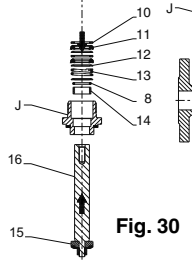
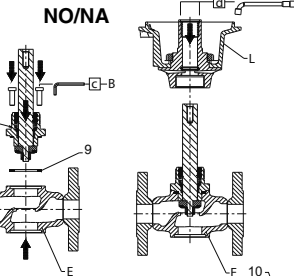

Fig. 30
Fig. 31
- NC and U versions (Fig. 31):** Remount the new O-ring (9) and tighten the stuffing box body (J) with the screws (B) to torque [c]. **Remount the new parts in the stuffing box:** the lower bearing (14), the O-ring (8), 1 chevron support (12), the spring (13), 1 chevron support (12), 1 chevron (11), 1 stuffing box gland (10), 1 chevron support (12), 1 chevron (11) et 1 stuffing box gland (10). Screw tight the operator body unit (L)/Valve (E) by hand. Replace the new stem/disc unit (15-16). Finish screwing to torque. **Version NO (Fig. 30):** Re-dubunt the new parts in the stuffing box body: lower bearing (14), O-ring (8), 1 chevron support (12), spring (13), 1 chevron support (12), 1 chevron (11), 1 stuffing box gland (10), 1 chevron support (12), 1 chevron (11) and 1 stuffing box gland (10). Fit the unit thus formed on the stem/disc (15-16). Remount the new seal (9) and tighten the stuffing box body (J) with the screws (B) to torque [c]. Tighten the operator body (L)/valve (E) unit to torque [d].
- Versions NF et U (Fig. 31) :** Remonter le nouveau joint torique (9), et fixer le corps du presse étoupe (J) à l'aide des vis (B) au couple [c]. **Remonter dans le presse étoupe les nouvelles pièces :** le palier bas (14), le joint torique (8), 1 support de chevron (12), le ressort (13), 1 support de chevron (12), 1 chevron (11), 1 fouloir (10), 1 support de chevron (12), 1 chevron (11) et 1 fouloir (10). Visser l'ensemble corps d'actionneur (L)/Vanne (E) à la main. Remettre en place le nouvel ensemble Tige/Clapet (15-16). Finir de visser au couple [d]. **Versions NO (Fig. 30) :** Remonter dans le corps du presse étoupe les nouvelles pièces : le palier bas (14), le joint torique (8), 1 support de chevron (12), le ressort (13), 1 support de chevron (12), 1 chevron (11), 1 fouloir (10), 1 support de chevron (12), 1 chevron (11) et 1 fouloir (10). Emmancher l'ensemble ainsi formé sur la Tige/Clapet (15-16). Remonter le nouveau joint (9) et fixer le presse étoupe (J) à l'aide des vis (B) au couple [c]. Revisser l'ensemble corps d'actionneur (L)/Vanne (E) au couple [d].
- NC- und U-Version (Abb. 31):** Montieren Sie den neuen O-Ring (9) und befestigen Sie das Gehäuse der Stopfbuchse (J) mit den Schrauben (B) mit dem Anziehmoment [c]. Montieren Sie die neuen Teile in der Stopfbuchsen- und entfernen Sie: unteres Lager (14), O-Ring (8), 1 Dachmanschetten-Unterstützung (12), Feder (13), 1 Dachmanschette (12), 1 Dachmanschette (11), 1 Stopfbuchsenoberteil (10), 1 Dachmanschetten-Unterstützung (12), 1 Dachmanschette (11) und 1 Stopfbuchsenoberteil (10). Schrauben Sie die Bedienergehäuseeinheit (L)/Ventil (E) von Hand fest. Bringen Sie die neue Einheit aus Spindel/Ventilteller (15-16) wieder an. Beenden Sie das Schrauben mit Drehmoment [d]. **Version NO (Abb. 30):** Montieren Sie die neuen Teile in der Stopfbuchsen- und entfernen Sie: unteres Lager (14), O-Ring (8), 1 Dachmanschetten-Unterstützung (12), Feder (13), 1 Dachmanschetten-Unterstützung (12), 1 Dachmanschette (11), 1 Stopfbuchsenoberteil (10), 1 Dachmanschetten-Unterstützung (12), 1 Dachmanschette (11) und 1 Stopfbuchsenoberteil (10). Setzen Sie diese Einheit auf die Spindel/Ventilteller (15-16). Montieren Sie den neuen Siegel (9) und befestigen Sie das Gehäuse der Stopfbuchse (J) mit den Schrauben (B) mit dem Anziehmoment [c]. Ziehen Sie die Einheit aus Antriebsgehäuse (L) und Ventil (E) mit dem Anziehmoment [d] fest.
- Versión NC y U (Fig. 31):** Volver a montar la nueva junta tórica (9), y fijar el cuerpo del prensaestopas (J) con la ayuda de los tornillos (B) al par [c]. Volver a montar las piezas nuevas en el conjunto prensaestopas: casquillo bajo (14), junta tórica (8), 1 soporte de chevron (12), resorte (13), 1 soporte de chevron (12), 1 chevron (11), 1 pistón (10), 1 soporte de chevron (12), 1 chevron (11) y 1 pistón (10). Atornillar firmemente la unidad del cuerpo de operador (L)/Válvula (E) a mano. Sustituir el nuevo conjunto vástago/clapet (15-16). Finalizar el atornillado hasta el par de apriete [d]. **Versión NO (Fig. 30):** Volver a montar las piezas nuevas en el cuerpo del conjunto prensaestopas: casquillo bajo (14), junta tórica (8), 1 soporte de chevron (12), resorte (13), 1 soporte de chevron (12), 1 chevron (11), 1 pistón (10), 1 soporte de chevron (12), 1 chevron (11) y 1 pistón (10). Acoplar el conjunto formado en el vástago/clapet (15-16). Volver a montar la nueva junta (9) y fijar el prensaestopas (J) con la ayuda de los tornillos (B) al par [c]. Atornillar el conjunto cuerpo de actuador (L) / Válvula (E) al par [d].
- Versioni NC e U (Fig. 31):** Rimontare il nuovo O.R. (9) e fissare il corpo premistoppa (J) mediante le viti (B) con coppia [c]. Rimontare le nuove parti nel recipiente di riempimento: cuscinetto inferiore (14), O-ring (8), 1 supporto angolare (12), molla (13), 1 supporto angolare (12), 1 angolare (11), 1 pressacavo per recipiente di riempimento (10), 1 supporto angolare (12), 1 angolare (11) e 1 pressacavo per recipiente di riempimento (10). Avvitare fermamente a mano l'unità del corpo operatore (L)/la valvola (E). Sostituire la nuova unità stelo/disco (15, 16). Terminare l'avvitamento alla coppia [d]. **Versione NO (Fig. 30) Rimontare le nuove parti nel recipiente di riempimento:** cuscinetto inferiore (14), O-ring (8), 1 supporto angolare (12), molla (13), 1 supporto angolare (12), 1 angolare (11), 1 pressacavo per recipiente di riempimento (10), 1 supporto angolare (12), 1 angolare (11) e 1 pressacavo per recipiente di riempimento (10). Adattare l'unità così formata sullo stelo/disco (15-16). Riassemblare il nuovo guarnizione (9) e fissare il corpo premistoppa (J) mediante le viti (B) con coppia [c]. Serrare il gruppo corpo della testa (L)/valvola (E) con coppia [d].